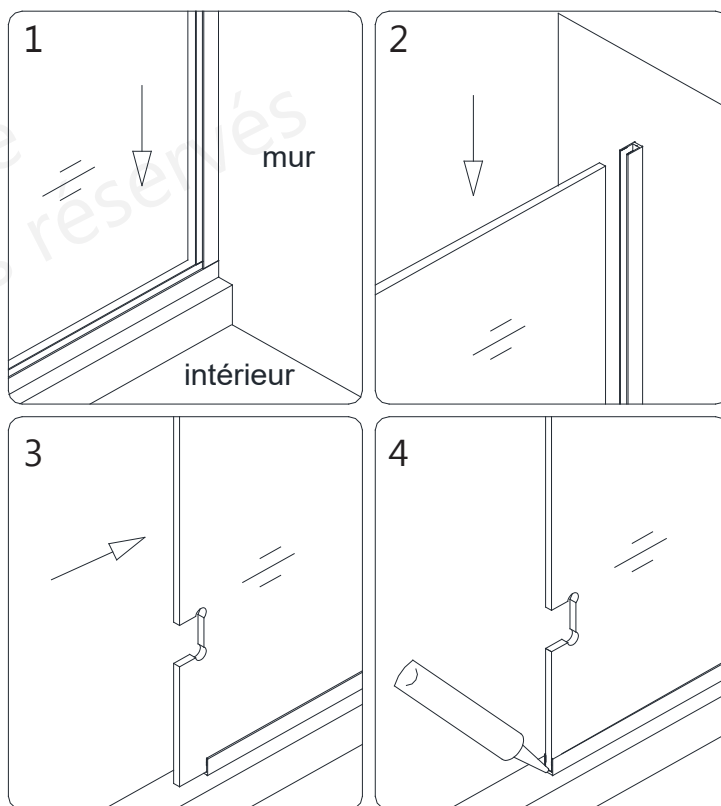

Fig 15a
15. Installez le **panneau vitré avec charnière (N° 32)** dans le **profilé en U inférieur 2 (N° 29)** et le **profilé en U vertical 1 (N° 09)**. Appliquez un peu de silicone sur l'extrémité apparente du profilé en U inférieur. (**Fig 15a and 15b**)